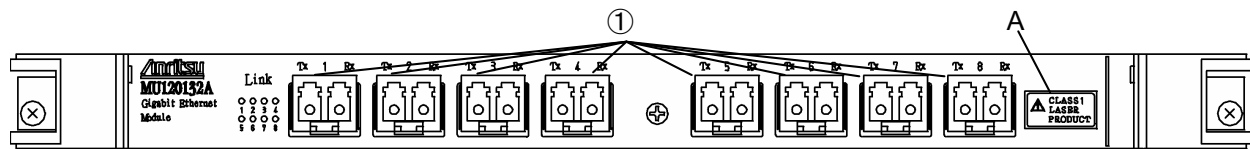

図5 MU120132A ユニットの正面パネル
| MU120132A | 1   | 0.6                   | CW                     | 850          | 32.0               | G0181A                 | 図5 ①          |
| 3 | 説明用ラベル(IEC 60825-1)   |     | 図 5 A | MU120132A |